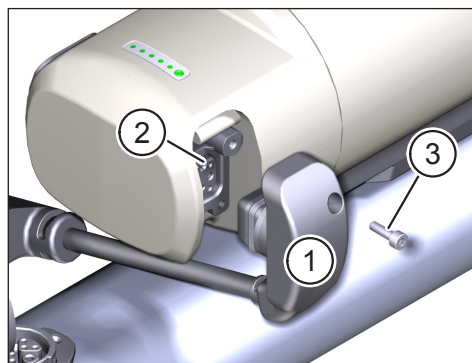

Fig. 21: Anslut anslutningskabeln till räckviddsförlängaren
- ▶ Anslut anslutningskabelns kontakt (nr 1 i fig. 21) till uttaget (nr 2 i fig. 21) i räckviddsförlängaren.
- ▶ Fäst kontakten vid räckviddsförlängaren med den M3 × 8 insexskruv (nr 3 i fig. 21) som levererades med kabeln. Dra åt skruven med ett moment på 1 Nm. Använd aldrig en längre skruv.